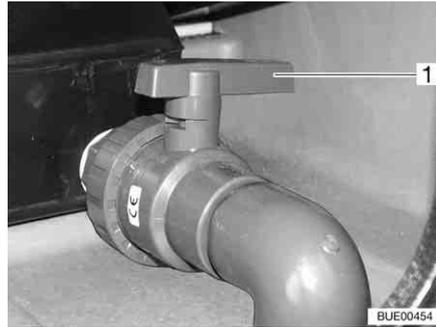

Bild 169 Ablasshahn
Der Ablasshahn (Bild 169,1) ist über die seitliche Stauraumklappe zugänglich.
- Den Griff (Bild 169,1) des Ablasshahns in Fließrichtung drehen. Das Abwasser wird so über einen Kugelhahn abgelassen.